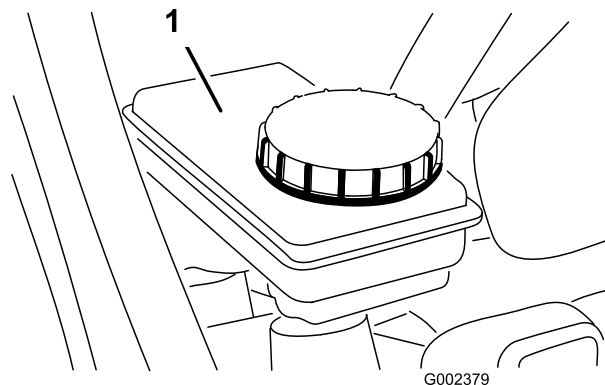

Figure 55
5. Le niveau de liquide doit atteindre le repère maximum sur le réservoir (Figure 55).
6. Si le niveau de liquide est trop bas, nettoyez la surface autour du bouchon du réservoir, enlevez le bouchon et versez du liquide de frein spécifié dans le réservoir jusqu'au niveau correct (Figure 55).